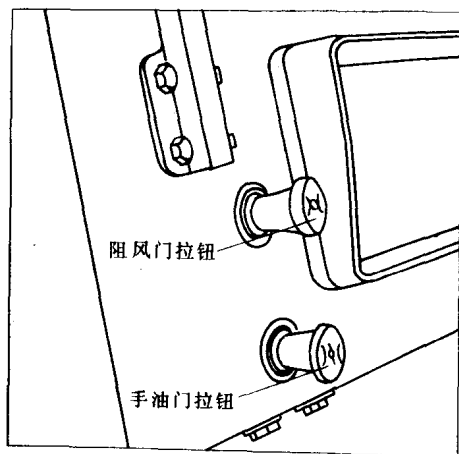

图 1-11 阻风门及手油门拉钮
7. 阻风门拉钮(图 1-11) 位于组合仪表的左侧,用来起动冷状态发动机及预热发动机。当发动机升温后,一定要把阻风门拉钮完全推回,不允许在阻风门拉钮拉出的情况下驾驶汽车。
8. 手油门拉钮(图 1-11) 位于阻风门拉钮下面,用来控制化油器节气门的开度。向外拉,发动机转速升高,向里推,发动机转速降低。通常,在预热起动后的冷状态发动机时使用手油门拉钮。